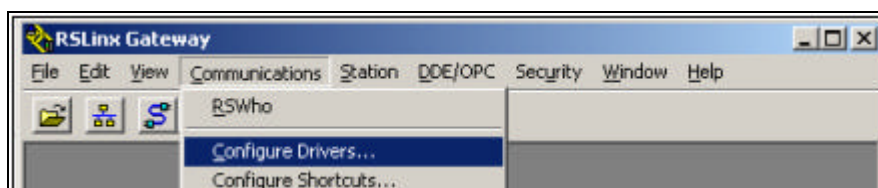

图 3-126 选择驱动组态
(2) 单击菜单栏中 *Communications->Configure Drivers...* 或在工具条上单击 *Configure Drivers* (组态驱动)，如图 3-126 所示。